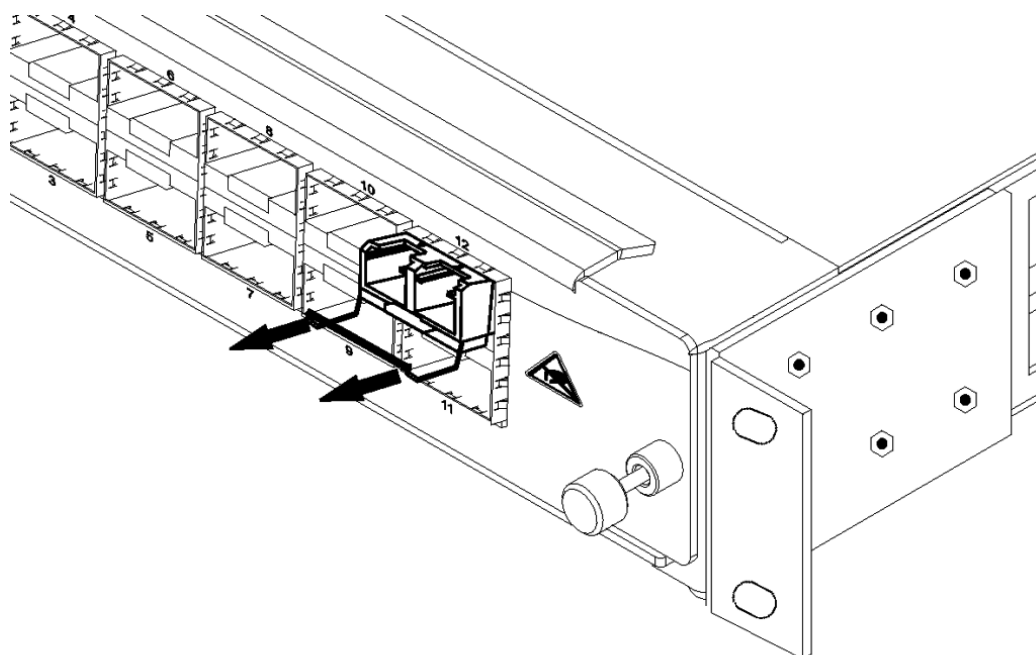

Figura 41. Removendo os Módulos SFP
- Retire o módulo pela aleta conforme ilustrado na Figura 41.